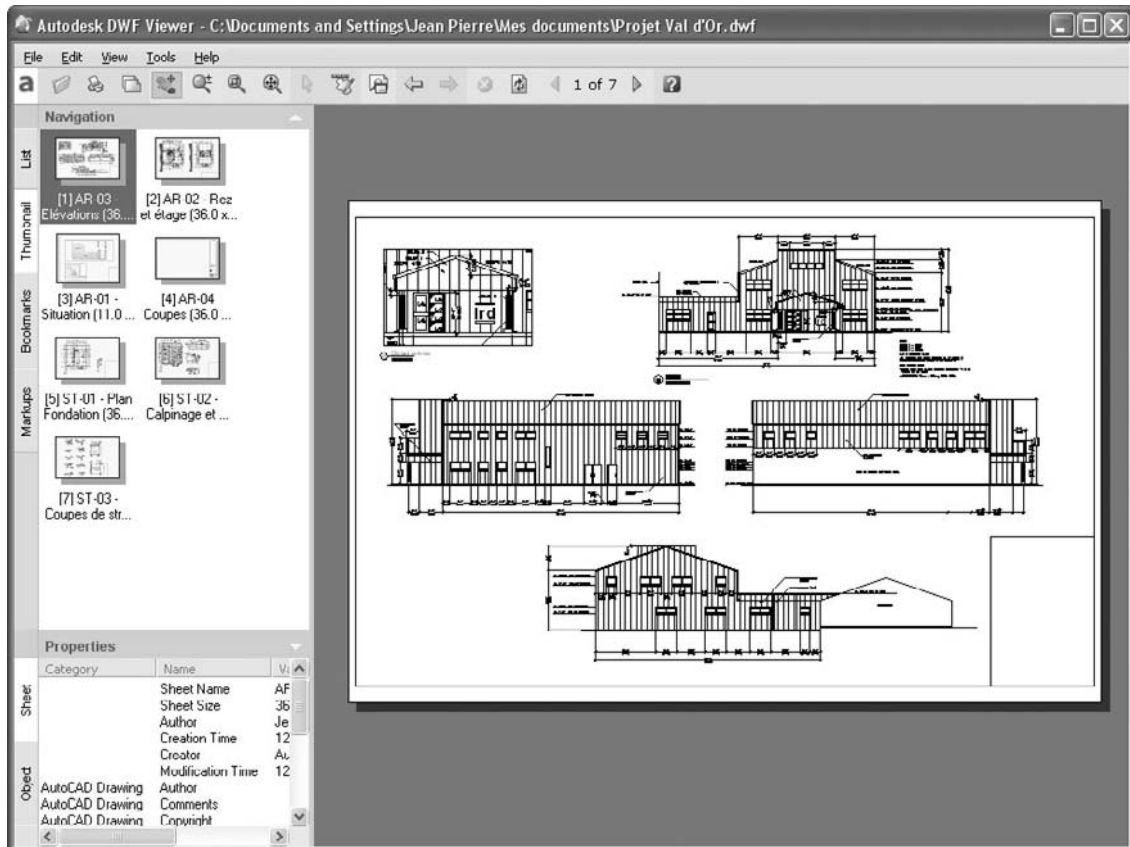

Fig.23.29
- [4] Pour visualiser le fichier DWF, il suffit de lancer le programme Autodesk DWF Viewer livré avec AutoCAD et d'ouvrir le fichier DWF (fig.23.29).